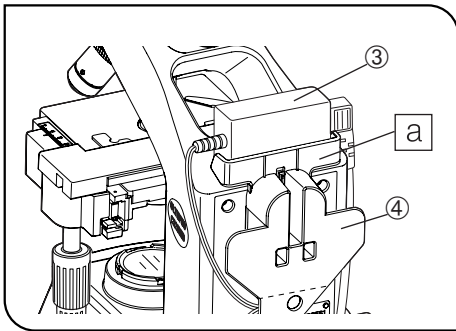

Рис. 25
2. Установите адаптер переменного тока ③ сверху [a] на подвеске шнура ④ (рис. 25).